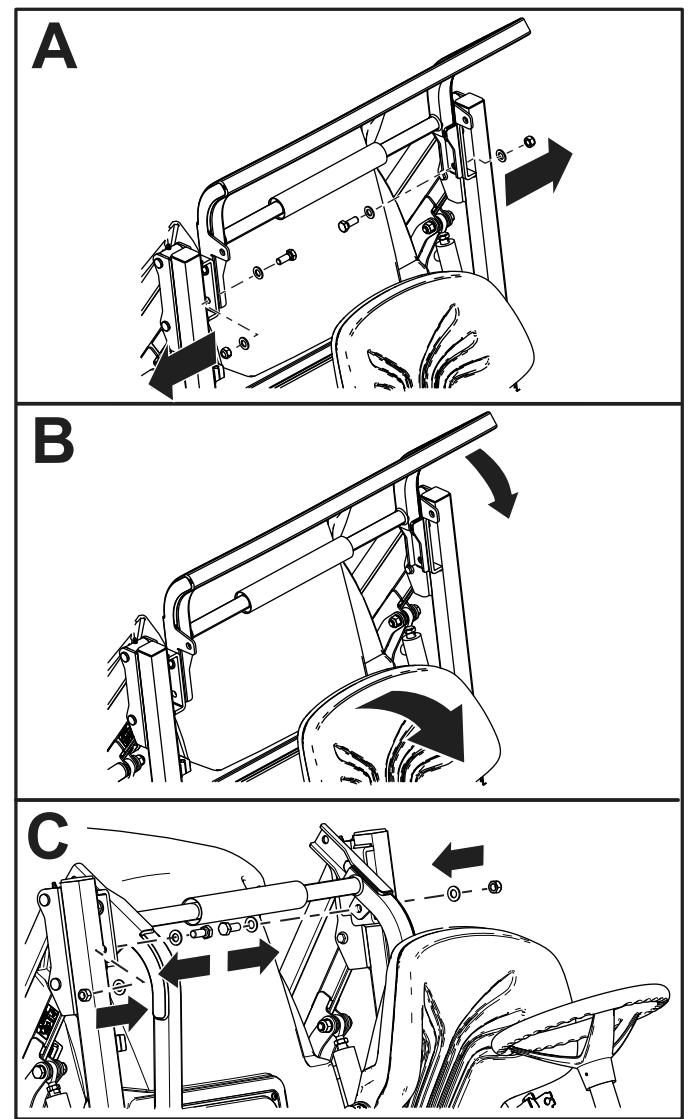

Figura 18
4. Retire as porcas, os parafusos e as anilhas (Figura 18).
6. Desça o arco de segurança e prenda-o com as porcas, os parafusos e as anilhas (Figura 18).
Nota: Replique a Figura 18 na ordem reversa para elevar o arco de segurança.
5. Retire as porcas, os parafusos e as anilhas do arco de segurança (Figura 18).
6. Levante o arco de segurança e prenda-o no devido lugar com as porcas, os parafusos e as anilhas (Figura 18).